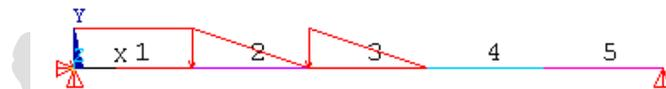

图5.33 施加三角形荷载
(6) 接着选取单元 2 和 3，在【Apply PRES on Beams】对话框中设置【Load key】文本框为 1，【Pressure value at node I】文本框中输入【10】，【Pressure value at node J】文本框中输入【0】，其它留空，单击【Apply】按钮，则单元 2 和 3 被施加了三角形荷载，如图 5.33 所示。